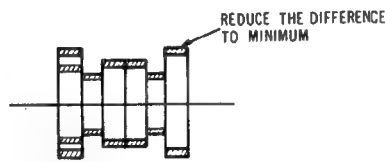

Figure 20 Abb. 20
4. T605 und T606 so einstellen, dass die Abweichung von 1H und 2H Null ist. (Vgl. Abb. 20)